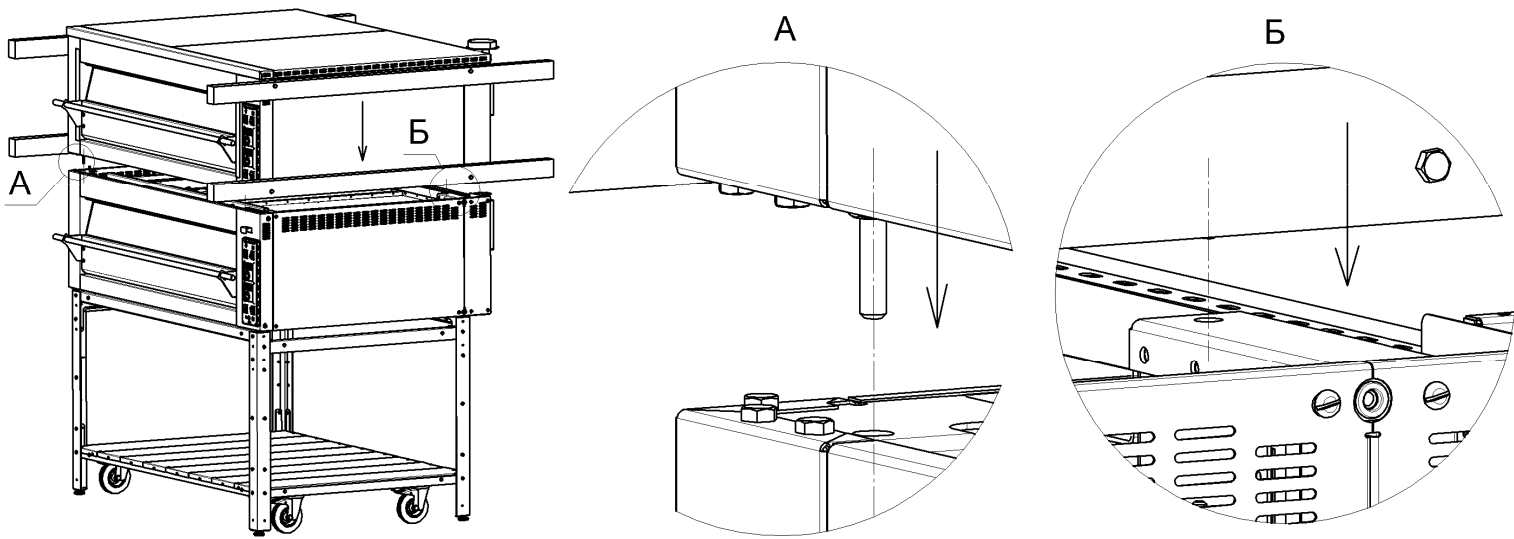

Рис.12
12. Установить нижнюю секцию печи (без крышки) на подставку, как показано в п.11. Поднимая за брусья, установить верхнюю секцию печи (с крышкой) на нижнюю секцию печи так, что бы концы 4-х шпилек М8 на углах верхней печи попали в отверстия на нижней секции, как показано на рис.12, затем отвернуть болты М8 (ключ на «13»), крепящие брусья к верхней печи, и снять брусья с печи: